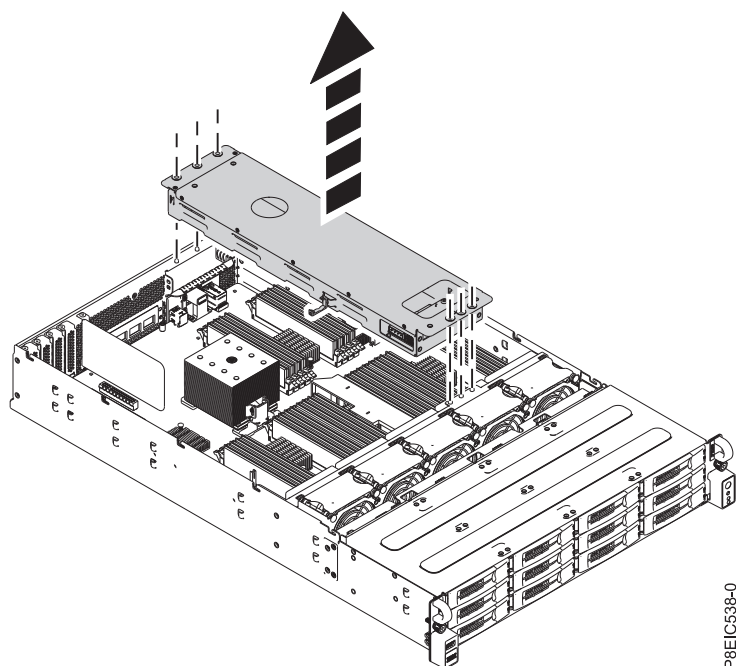

図 19. 背面ドライブ・トレイ・アセンブリーの取り外し
5. システムから背面ドライブ・トレイ・アセンブリーを持ち上げます (図 19 を参照)。